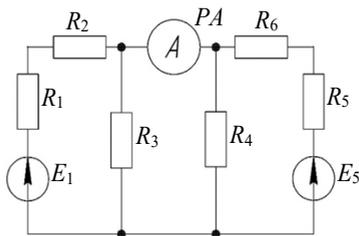

Рис. 43. Конфигурация расчетной электрической цепи
**Пример 2.** Для изображенной электрической цепи (рис. 43) определите показания амперметра  $PA$ . Значения параметров электрической цепи:  $E_1 = 36 \text{ В}$ ,  $E_5 = 42 \text{ В}$ ,  $R_1 = 5 \text{ Ом}$ ,  $R_2 = 15 \text{ Ом}$ ,  $R_3 = 12 \text{ Ом}$ ,  $R_4 = 24 \text{ Ом}$ ,  $R_5 = 30 \text{ Ом}$ ,  $R_6 = 26 \text{ Ом}$ . Сопротивление амперметра  $PA$  равно нулю.